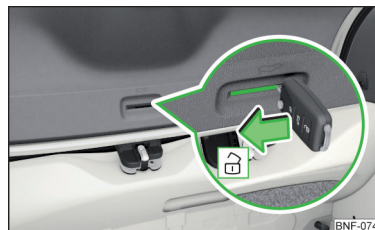

Fig. 162
- › Introduceți cheia autovehiculului în fanta din capitonajul capotei » fig. 162 până la capăt.